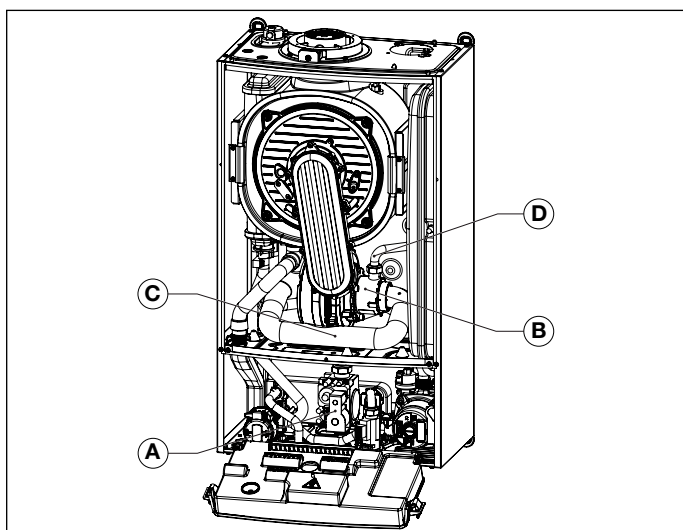

Fig. 25 Marmitta di aspirazione
- Rimuovere la marmitta di aspirazione, avendo cura di svitare prima la vite che la fissa al miscelatore (vedi Fig. 25 Marmitta di aspirazione).
- Scollegare il tubo gas dal miscelatore (vedi Fig. 25 Marmitta di aspirazione).